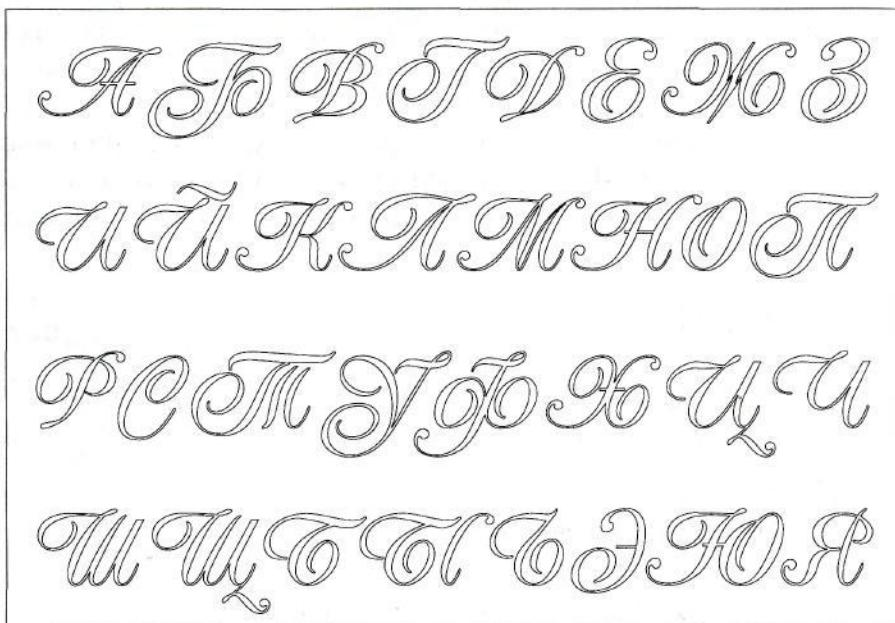

Рис. 73. Шрифт для вышивания
1. Разработайте рисунок метки (монограммы), используя предложенный алфавит (шрифт) для вышивания (рис. 73) или свой.